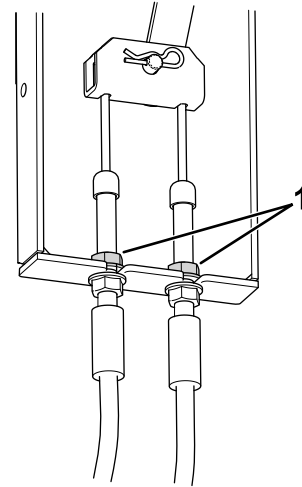

Figura 74
3. Localice el soporte del cable de freno (Figura 74), debajo del lado izquierdo de la máquina, cerca de la rueda izquierda.